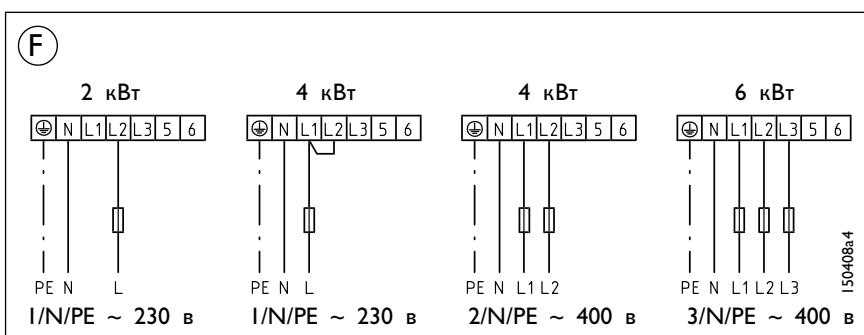

рис. 16
- F.** Для приборов типа HFA 80 Z - подключение в режиме "бойлер" (каждое включение управляется нажатием кнопки быстрого подогрева; температура воды не поддерживается автоматически), рис.16.